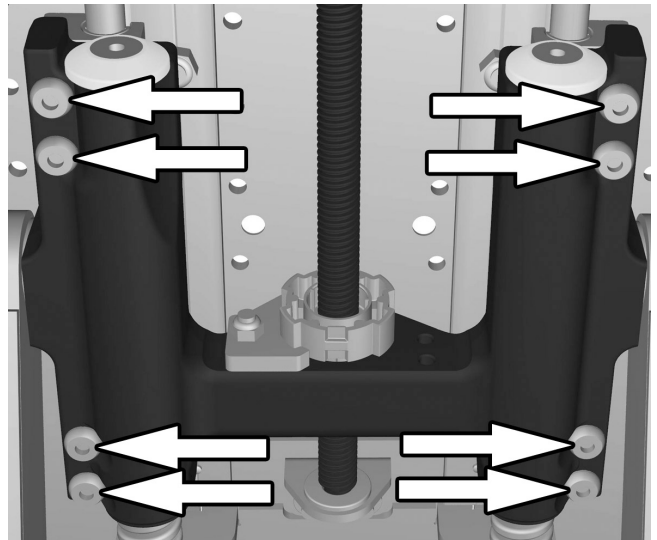

Abbildung 107. Die acht Schrauben entfernen, die den Schieber halten.
7. Die acht Schrauben entfernen, die den Schieber halten. Siehe Abbildung. 107.